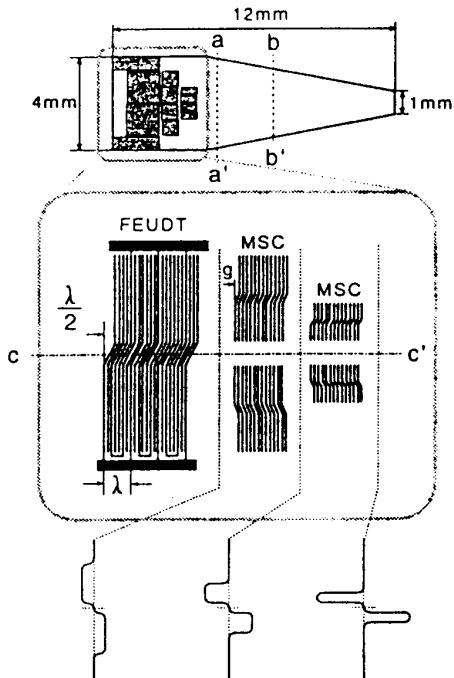

図4 試作した音圧分布に谷のある進行波
- 図4のようなピンセットの動きを模した波動ビームを放射する漏洩波トランスジューサの開発を目的とし、微量液体中にビーム幅が狭く、音圧分布に谷のある進行波ビームを高いパワー密度で発生可能なマルチストリップカプラを用いた漏洩波トランスジューサを新たに開発した。そして、 LiNbO_3 圧電板上に、動作中心周波数 97.5MHz の漏洩波トランスジューサを試作し、 11.1dB の最小変換損失を得た。